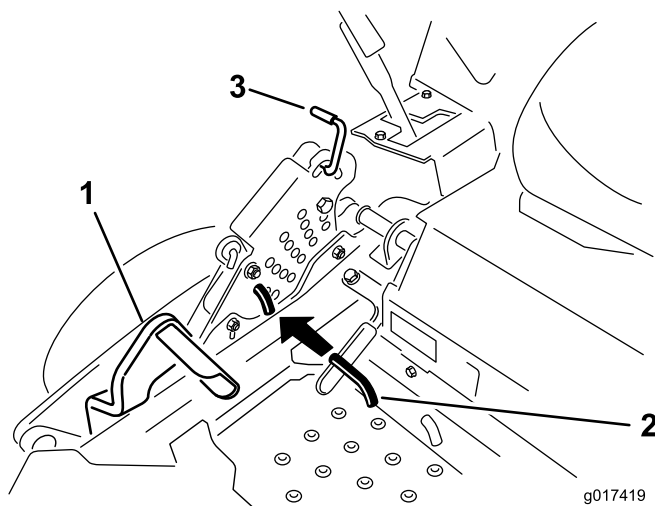

Figura 69
5. Empuje el pedal de elevación de la carcasa hacia delante del todo; la carcasa se enganchará en la posición de transporte de 14 cm (Figura 69).